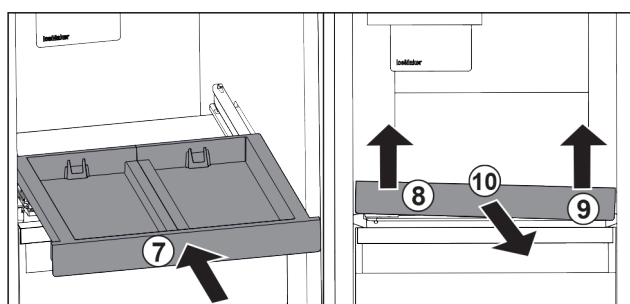

Fig. 102
- Inșerați raftul extractibil. Fig. 102 (7)
- Ridicați raftul extractibil din față stânga. Fig. 102 (8)
- Ridicați raftul extractibil din față dreapta. Fig. 102 (9)
- Extrageți raftul extractibil spre înainte. Fig. 102 (10)